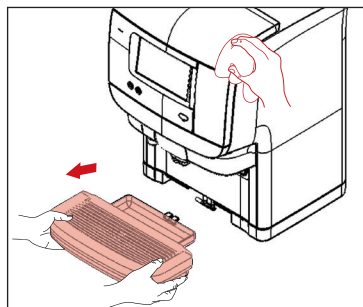

Fig. 3
1. Fjern drybakken, og tøm den om nødvendigt (Fig.3). Rens den derefter med en klud eller børste under rindende varmt vand.